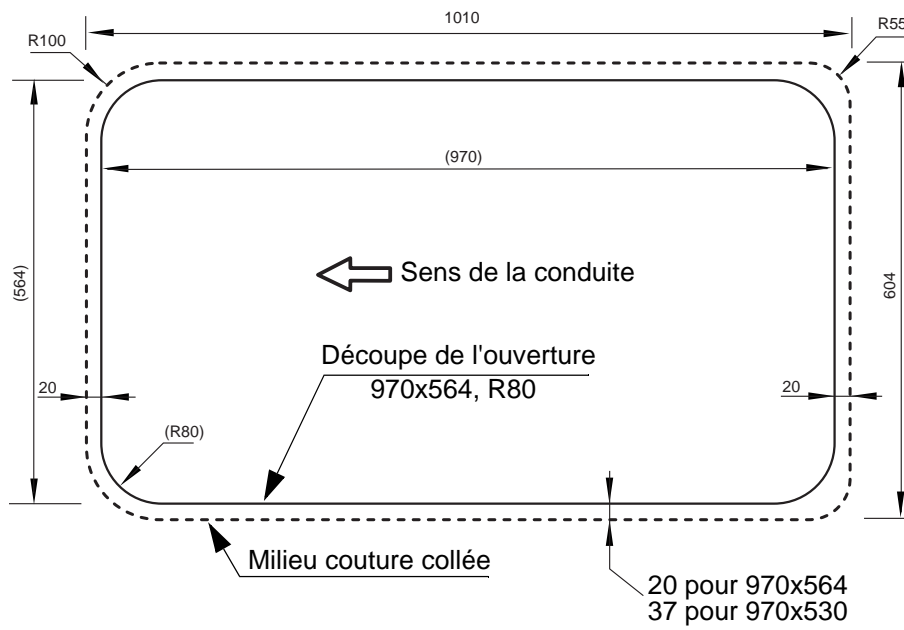

Fig. 4.6
- Dépoussiérer la plaque de base et le toit dans la zone de collage (Fig. 4.6 et Fig. 4.10), les nettoyer avec du nettoyant Sika Cleaner et les pré-traiter avec Sika Primer (respecter les indications du produit).